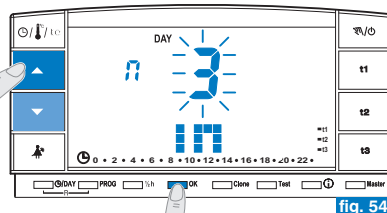

fig. 54
- Sur l'écran s'affiche (en clignotant) le mois précédemment programmé dans la fonction OUT, avec les touches ▲▼ programmer le mois où vous souhaitez terminer le décompte (rentrée dans l'habitation); confirmer en appuyant sur la touche OK (fig. 54).